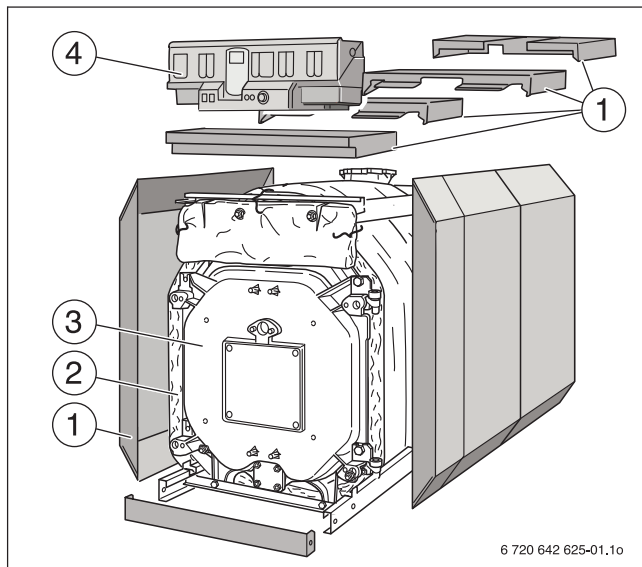

Fig. 1 Chaudière spéciale mazout/gaz Logano G615
- Bloc chaudière (→ fig. 1, [3]).
- Revêtement de chaudière (habillage → fig. 1 et 2, [1]), isolation thermique (→ fig. 1, [2]).
- Appareil de régulation (→ fig. 1, [4]).